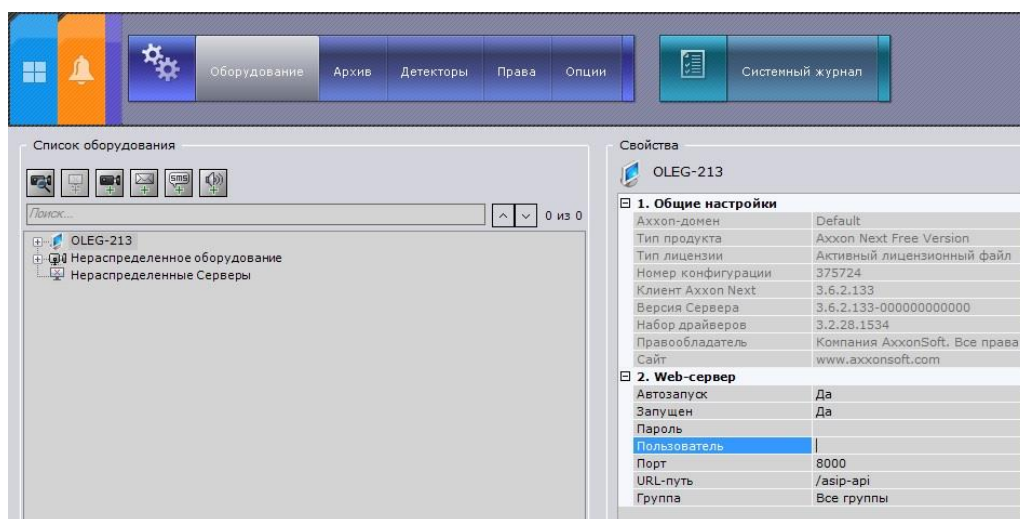

Рис.37.2
- **Имя сервера и URL** – сервера на котором установлено ПО «Аххон Next» рис.37.2;
- **IP адрес и Порт** - сервера на котором установлено ПО «Аххон Next» рис.37.2;